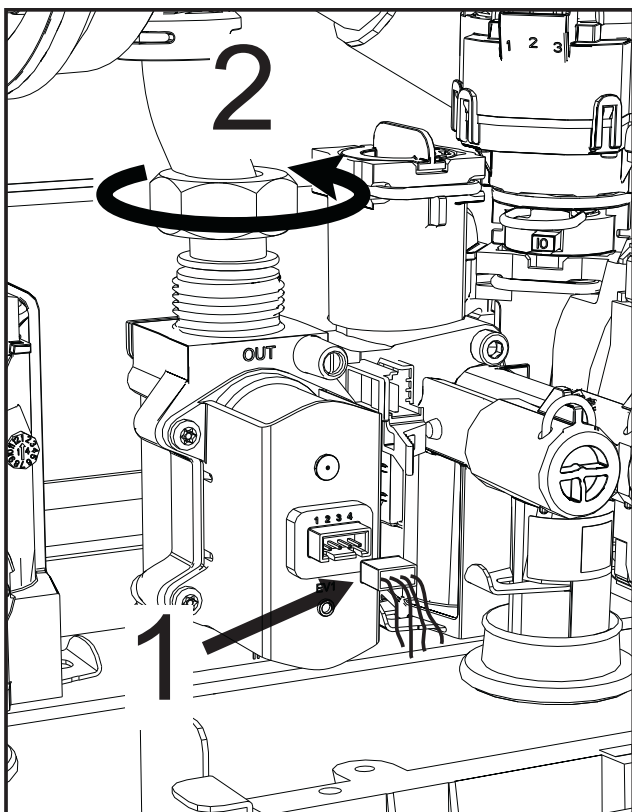

рис. 42
- Отсоедините электрические разъемы "1" (рис. 42).
- Отсоедините трубку подачи газа "2" (рис. 42).